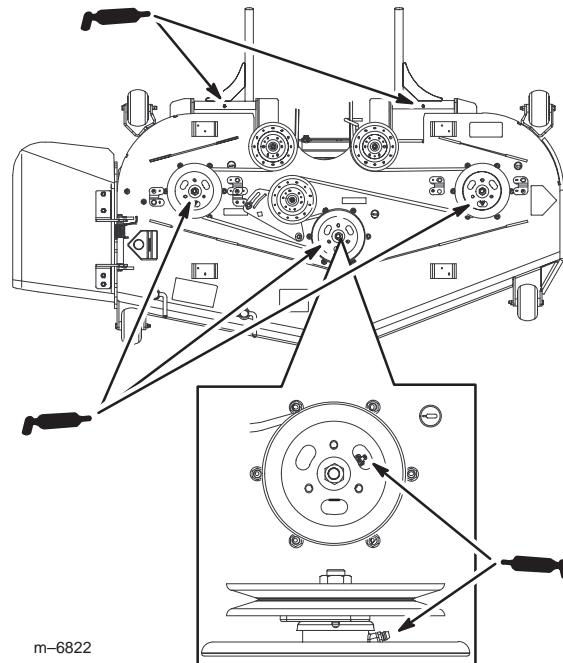

Bild 47
3. Schmieren Sie die drei Spindellager unter den Riemscheiben ein, bis das Schmiermittel aus den unteren Dichtungen austritt (Bild 47).
4. Fetten Sie die Nippel an den Schubarmen ein (Bild 47).